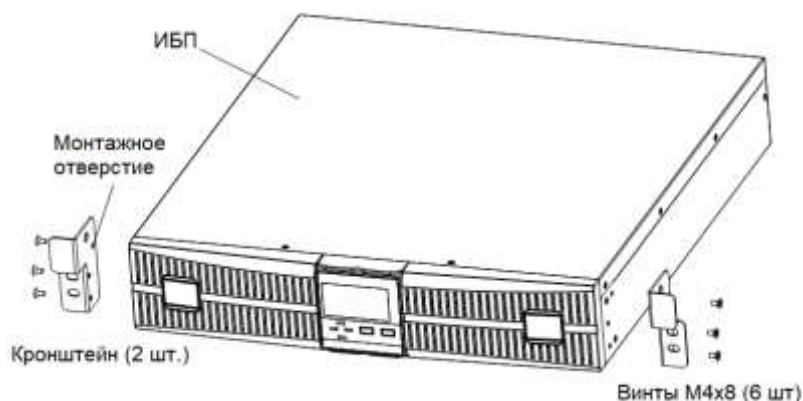

Рис.4-7 Монтажные кронштейны
1. Возьмите из набора запчастей 2 кронштейна и 6 винтов М4 × 10 и закрепите кронштейны на ИБП болтами через монтажные отверстия в кронштейнах, как показано на Рис.4-7.